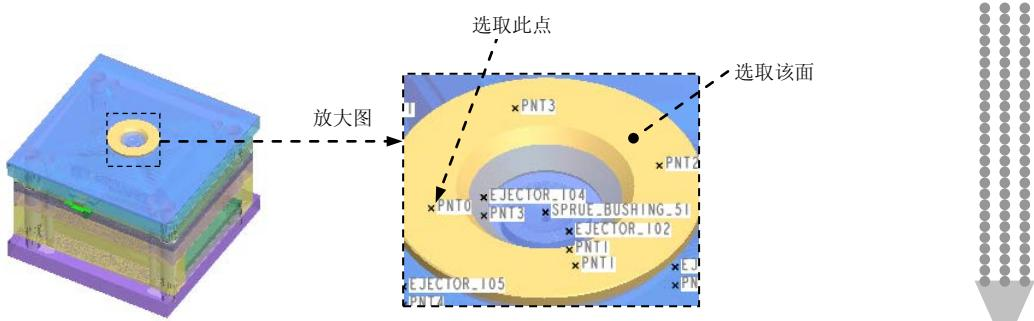

图 31.97 定义螺钉位置
Step3. 定义参考点。单击 **(1) 点|轴** 下面区域的 **选取项目** 选项使其激活，此时系统弹出“选择”对话框，选择图 31.97 所示的点“PNT0”为螺钉定位点，在“选择”对话框中单击 **确定** 按钮。单击 **(2) 曲面** 下面区域的 **选取项目** 选项使其激活，选择图 31.97 所示的面为螺钉定位面。然后单击 **(3) 螺纹曲面** 下面区域的 **选取项目** 选项使其激活，再选择图 31.97 所示的面为螺纹曲面。
Step5. 参考以上步骤在图 31.97 所示的点所在的圆周上添加其他三点处的螺钉。